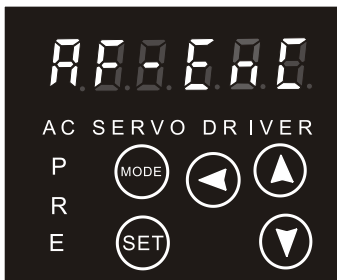

图 5.17 辅助模式
- 2) 报警状态下先按一次 SET 键→按多次 MODE 键→显示：AF-ENC→按 SET 键→进入辅助功能号选择，如图 5.17 所示。